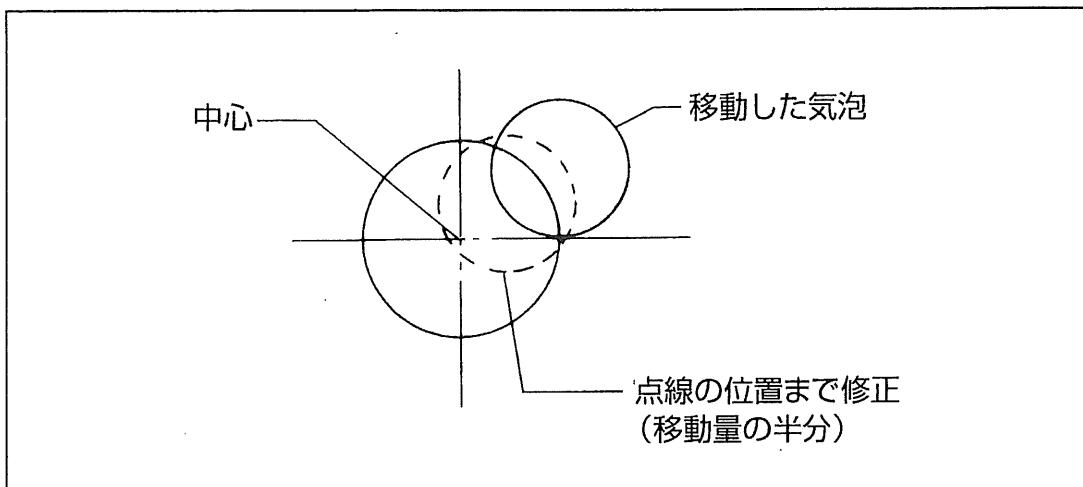

図 7
- 1 気泡が、中心位置からズレた量の半分を整準ねじで調整します。(図 7)